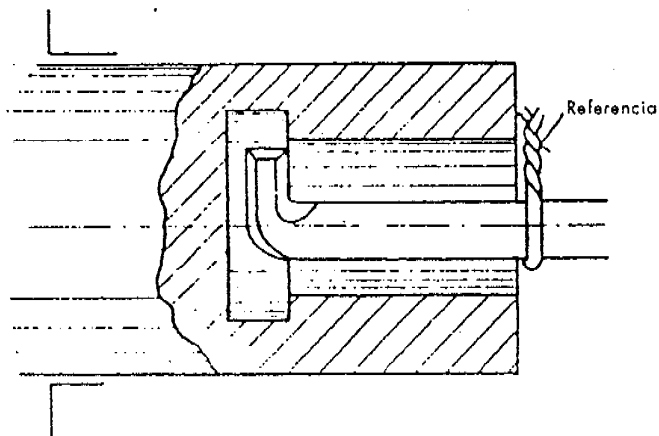

Figura 6
2. Marque en la herramienta una referencia para indicar la profundidad a que debe llegar ( Figura 6 ).